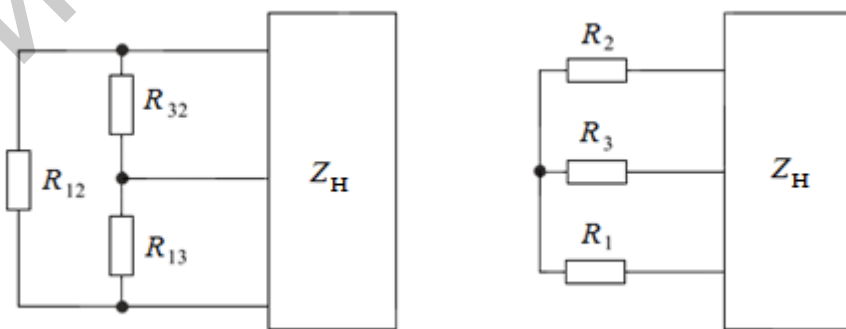

Рис. 76
9. Найти значения «звезды» сопротивлений R_1 , R_2 и R_3 (рис. 76), если известны значения «треугольника» сопротивлений $R_{12} = 2$ Ом, $R_{13} = 3$ Ом, $R_{32} = 5$ Ом.